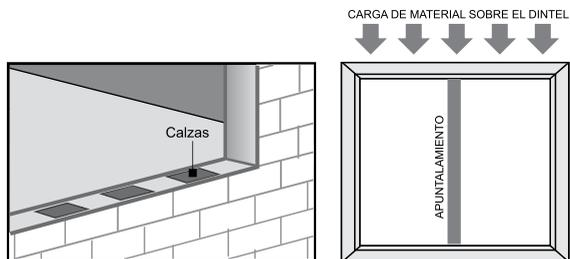

Figura 2
- 4- **Revise que la ventana se encuentre a escuadra y nivelada.** Pruebe que la ventana opere adecuadamente (quítela y vuelva a instalar si fuera necesario). Quite las hojas y apuntele al centro (*Figura 2*).